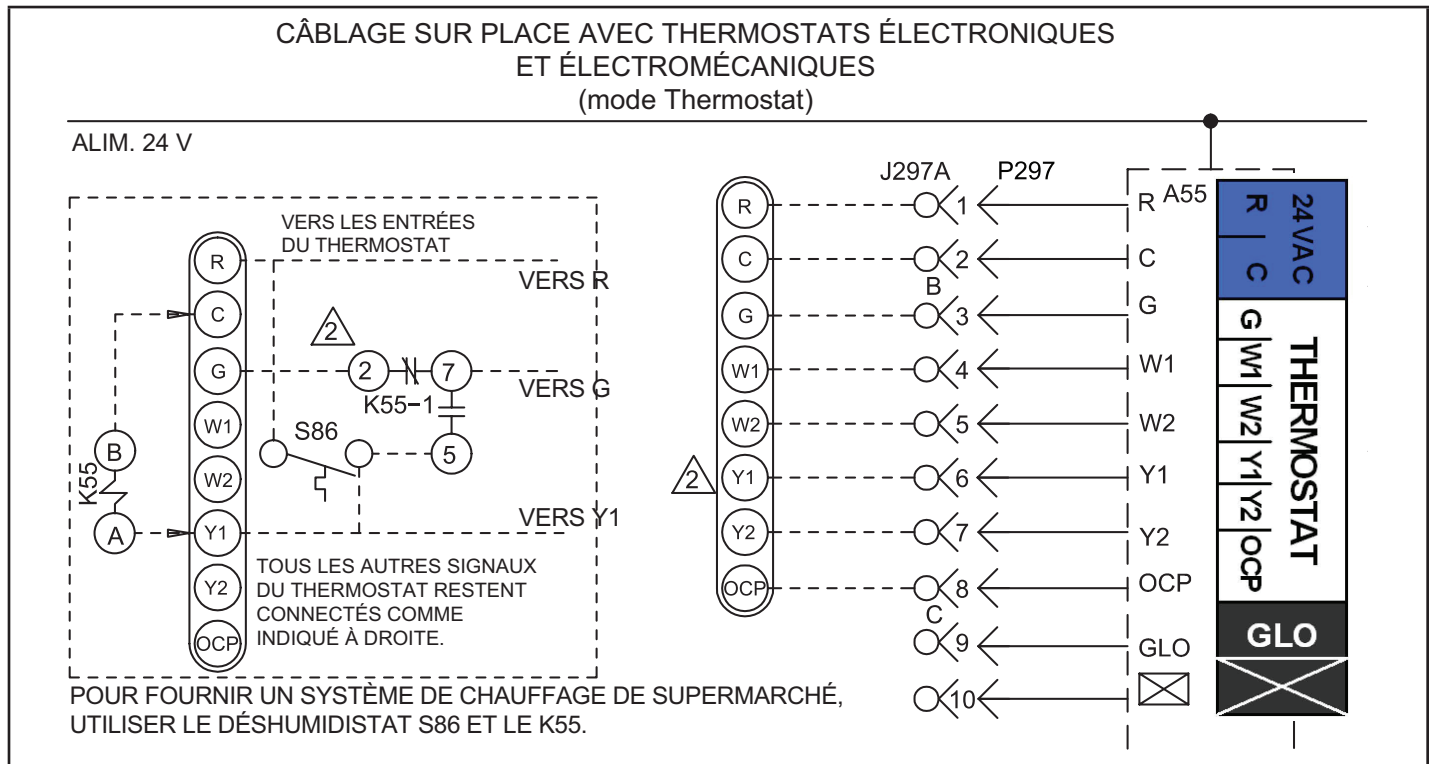
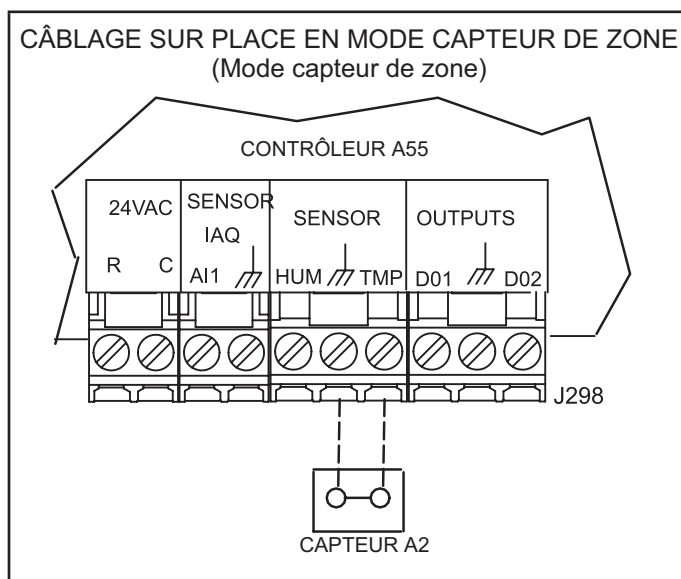
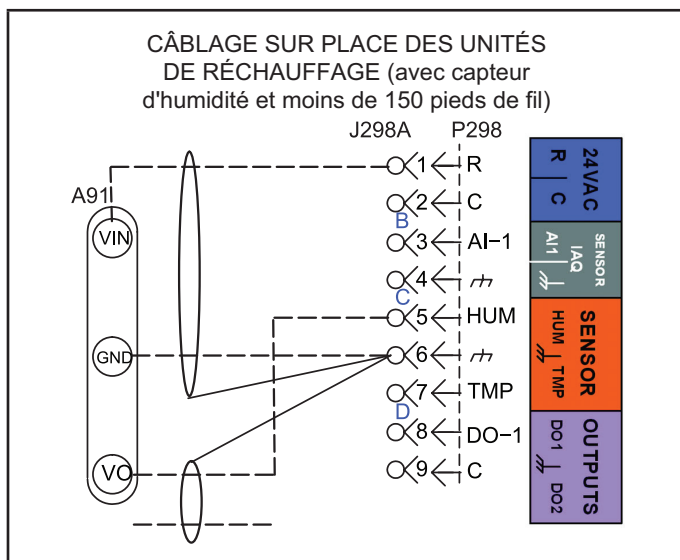

FIGURE 12
FIGURE 13
FIGURE 15
- 1 - Mode par défaut du thermostat - Le contrôleur de l'unité fait fonctionner deux stades de chauffage et de climatisation en fonction de la demande du thermostat. Installer le thermostat conformément aux instructions fournies avec le thermostat. Voir FIGURE 12 pour le câblage sur place et se référer aux schémas de câblage sur l'unité.
de contrôle réseau (NCP) optionnel peut également être utilisé pour fournir les points de consigne. Un thermostat ou un capteur de reprise d'air peut être utilisé comme mode de secours. Effectuer les connexions de câblage du capteur de zone comme indiqué à la FIGURE 13.
- 2 - Effectuer les connexions électriques comme indiqué à la FIGURE 12 pour le mode thermostat ou à la FIGURE 13 pour le mode capteur de zone. En outre, connecter un capteur d'humidité ou une entrée de déshumidification. Se reporter à la FIGURE 15 ou FIGURE 16 pour le câblage du capteur d'humidité ou à la FIGURE 17 pour le câblage de l'entrée de déshumidification.
Utiliser deux câbles blindés séparés contenant des paires torsadées de 20 AWG minimum avec un blindage global. Belden type 8762 ou 88760 (plénium) ou équivalent. Connecter les deux fils de drainage du blindage du câble au contrôleur de l'unité comme indiqué à la FIGURE 15.
Utiliser deux câbles blindés séparés contenant des paires torsadées de 18 AWG minimum avec un blindage global. Belden type 8760 ou 88760 (plénium) ou équivalent. Connecter les deux fils de drainage du blindage du câble au contrôleur de l'unité comme indiqué à la FIGURE 15.